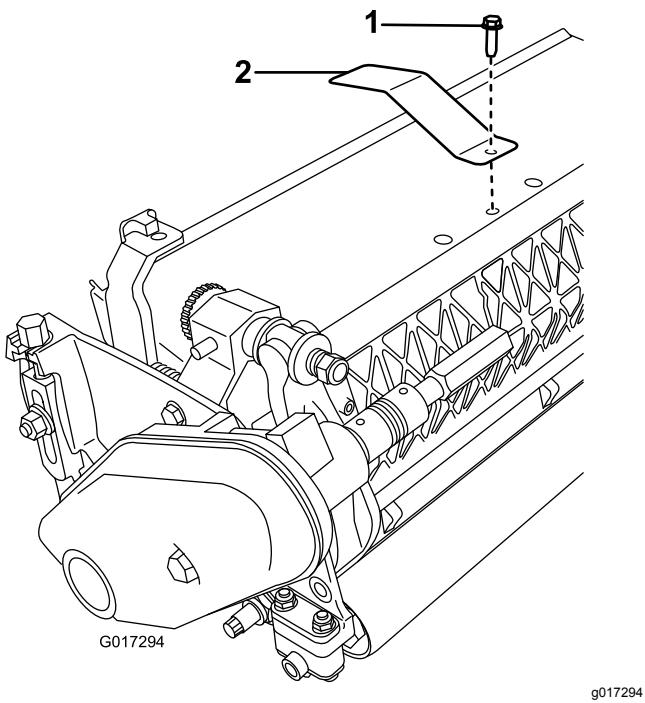

Figure 4
1. Retirez le boulon central du déflecteur d'herbe (Figure 4).
2. Montez la plaque cible au sommet de l'unité de coupe au moyen du boulon retiré précédemment (Figure 4).